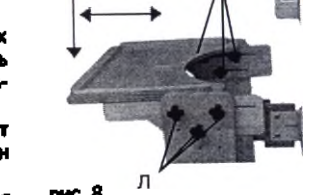

рис.8
7) Регулировка положения столика (рис.8)